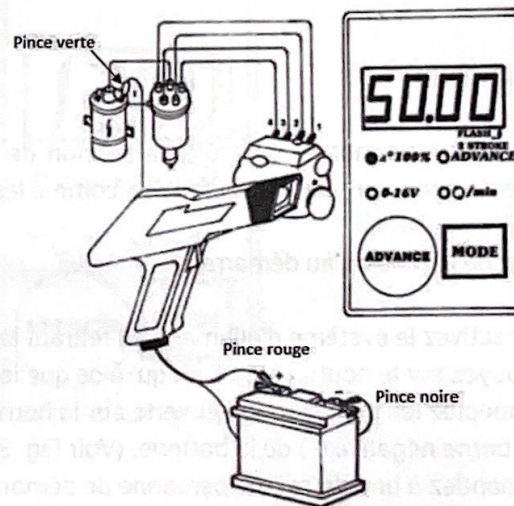

Figure 2
1. Appuyez sur le bouton de sélection de la lampe stroboscopique, jusqu' à ce que l'option de l'angle de fermeture soit sélectionné. (voir Figure 2)